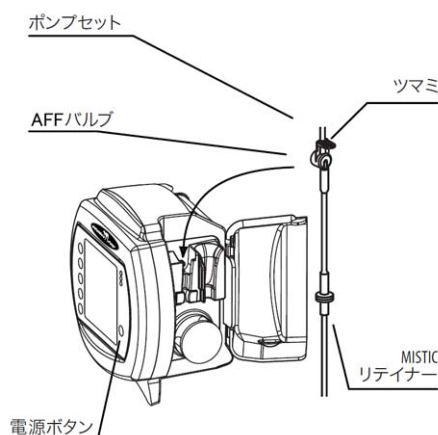

図5
2. AFF バルブのツマミを持ち、左側の溝に差し込む（図5）。